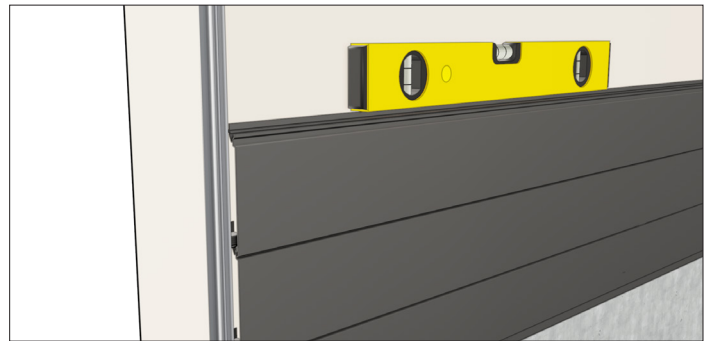

Figure 20.4
23. Vérifiez que chaque rangée est de niveau au fur et à mesure et effectuez les ajustements nécessaires. (Figure 20.4)